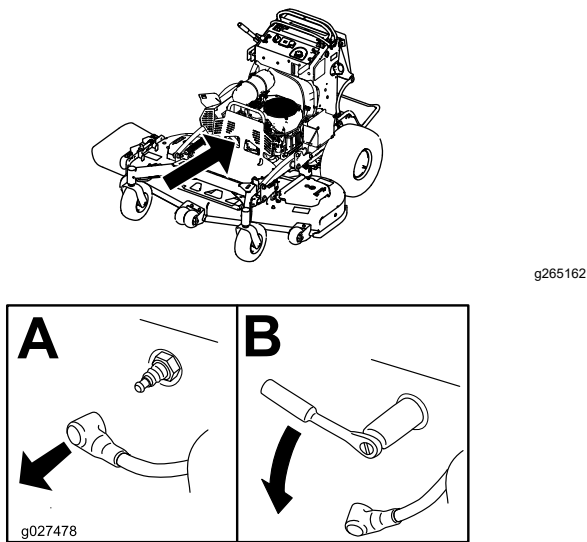

Figura 44
3. Retire la bujía, según se muestra en Figura 44.